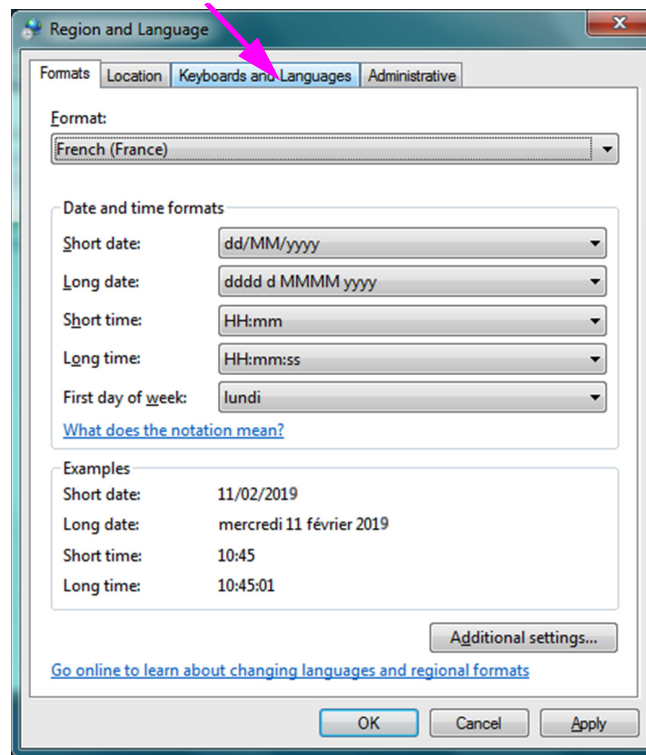

Figura C-7. Finestra a comparsa Region and Language (Paese e lingua)
1. Nella schermata Region and Languages (Paese e lingue), fare clic sulla scheda **Keyboards and Languages (Tastiere e lingue)** (vedere la Figura C-7).